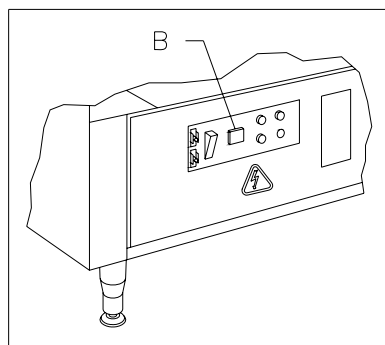

FIG. 6
- b) Girar la columna hasta la posición deseada mediante el pulsador de recarga situado en el cuadro eléctrico (fig.6).